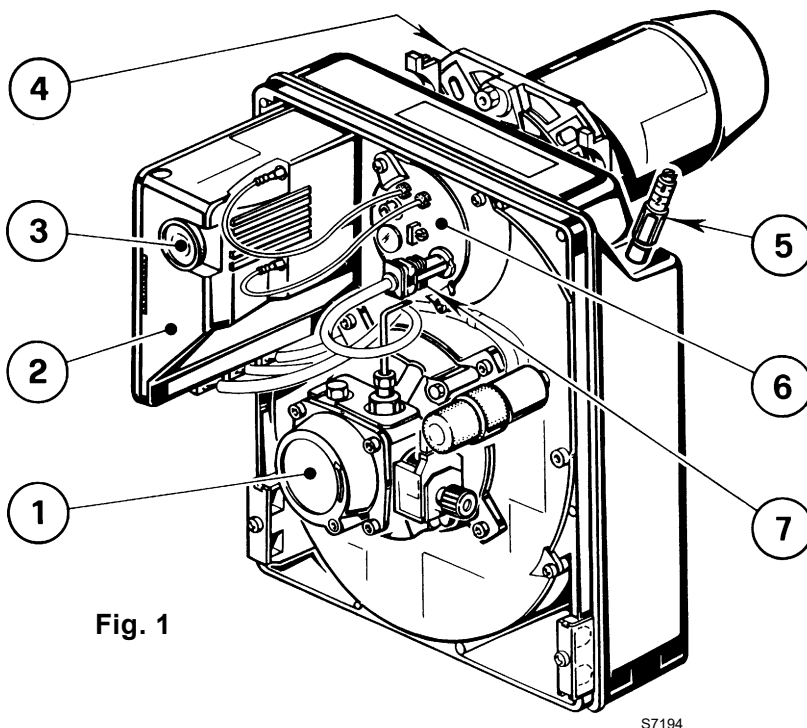

Fig. 1
C Segnalato dalla spia sull'apparecchiatura di comando e controllo (3, Fig. 1, Pag. 1).
- Effettuare la pulizia del sensore fiamma (7, Fig. 1, Pag. 1).
Un'anomalia, nel funzionamento nella maggior parte dei casi, porta alla accensione della segnalazione all'interno del pulsante di sblocco dell'apparecchiatura di comando e controllo (3, Fig. 1, Pag. 1).